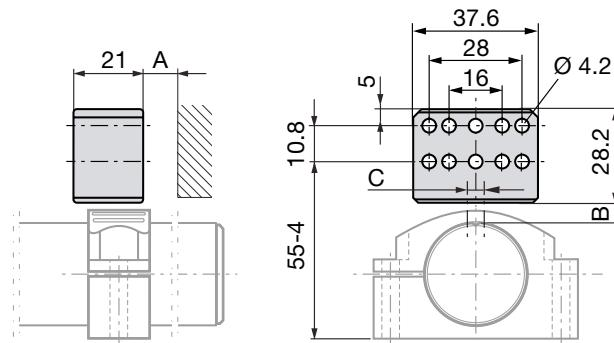
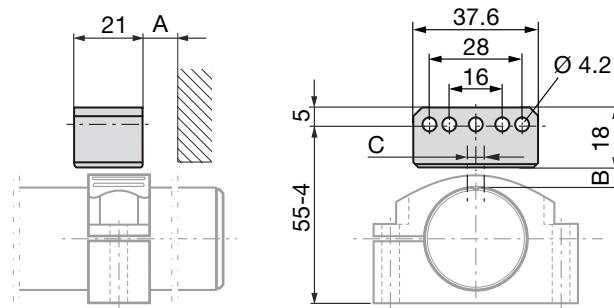

Fig. 4-1: Misure e distanze con il datore di posizione BTL6-A-3800-2
Fig. 4-2: Misure e distanze con il datore di posizione BTL6-A-3801-2
- La distanza A tra il datore di posizione ed i componenti composti da materiale magnetizzabile, deve essere di almeno 10 mm (vedere Fig. 4-1 e Fig. 4-2).
- Per la distanza B tra il datore di posizione ed il BTL e per lo sfalsamento centrale C (vedere Fig. 4-1 e Fig. 4-2) occorre rispettare i seguenti valori:
Tab. 4-1: Distanza e sfalsamento per il datore di posizione (vedere Fig. 4-1 e Fig. 4-2)